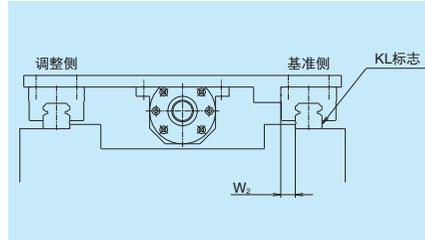

图 10.2 常用基准的选取方法
- 将基准侧直线导轨的导轨压在工作台导轨以及滑块安装面上安装时，需要将几个滑块基准面和导轨基准面之间的尺寸(安装宽度尺寸)W2 或 W3 的相互之间的差距缩小，并将此规定为精度标准(图 10.2、10.3)